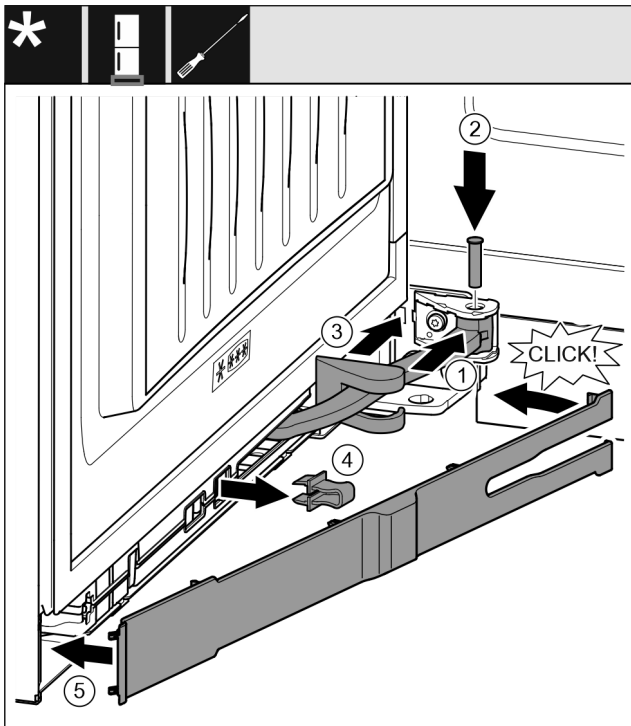

Fig. 63
- ▶ Gelenk Fig. 63 (1) in Aufhängung drehen.
- ▶ Bolzen Fig. 63 (2) mit einem Schraubendreher in Aufhängung und Gelenk einsetzen. Dabei darauf achten, dass der Rastnocken korrekt in der Nut sitzt.
- ▶ Lagerbockabdeckung Fig. 63 (3) entlang des Gelenks schieben und über der Aufhängung montieren.
- ▶ Sicherung Fig. 63 (4) abnehmen.
- ▶ Blende Fig. 63 (5) griffseitig ansetzen und einschwenken.